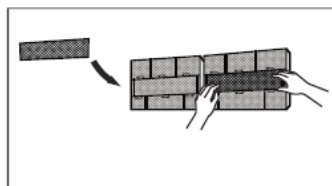

fig. 19 -
4. Rimuovere il filtro purificatore d'aria posto sul retro del filtro principale ("fig. 19 -") e pulirlo con l'aspirapolvere